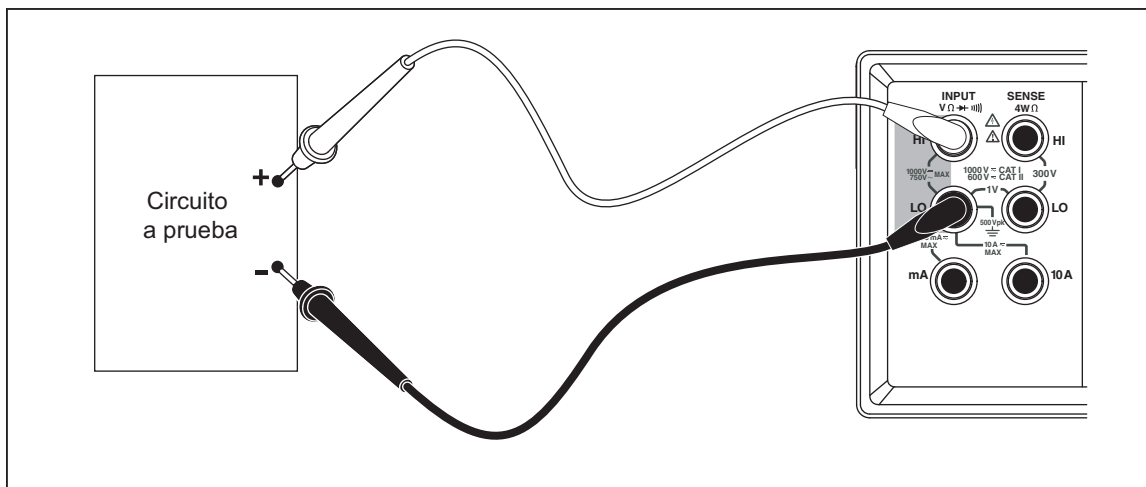

Figura 3-4. Medición de voltaje y frecuencia
1. Conecte los cables de prueba entre el multímetro y el circuito que se va a probar como se muestra en la figura 3-4.